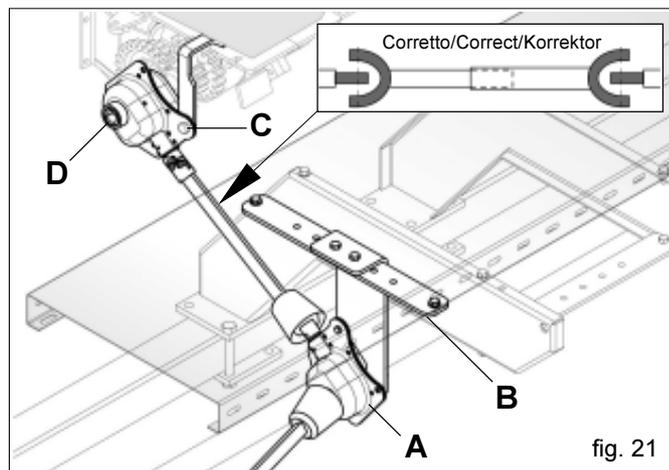

fig. 21
Durante el acoplamiento de la sembradora y el equipo y si está instalado el dispositivo de elevación hidráulica del bastidor porta-surcadores, controle que los componentes de transmisión de la sembradora (Fig. 21) no interfieran ni puedan interferir durante el trabajo normal con otras piezas del grupo. Si fuera necesario, desplace la caja de transmisión (A Fig. 21) a lo largo del soporte (B).
ATENCIÓN! No apriete hasta el fondo el tornillo (C Fig. 21) que sostiene la caja (D Fig. 21), puesto que se ha previsto que oscile.